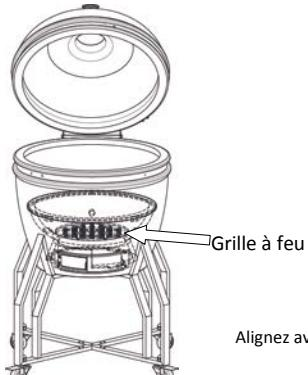

Figure 3
**ÉTAPE 5** Placez la grille à feu métallique, ronde et noire, dans le fond du foyer. La cendre passera à travers les trous dans la grille à feu et s'accumulera sous le foyer (Voir figure3)